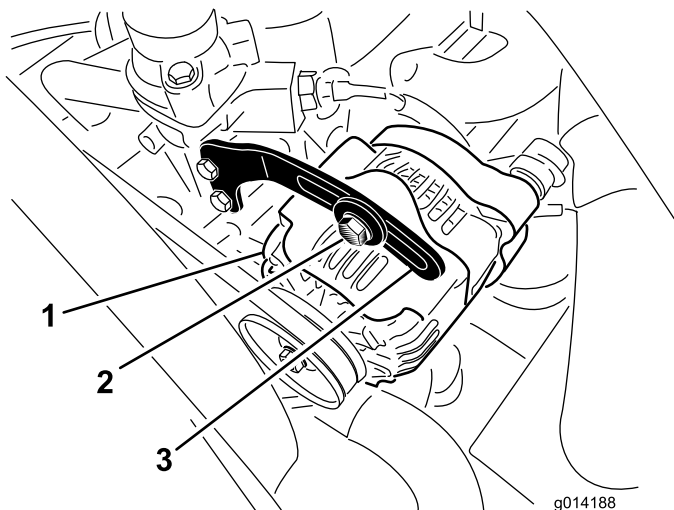

図 57
2. オルタネータ側プーリとクランクシャフト側プーリ間の中央部(図 57)でベルトを指で 10 kg 程度の力で押して点検する。
3. プレースをオルタネータ(図 57)に固定しているボルトと、オルタネータのピボットボルトをゆるめる。